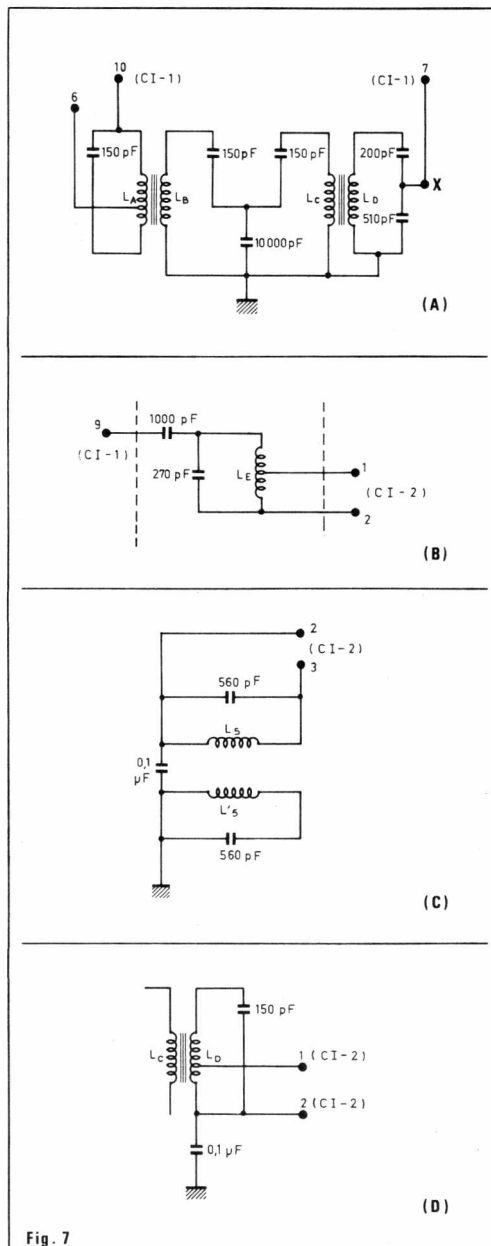

Fig. 7
Si l'on utilise un bobinage, celui qui remplace L_3-L_4 est plus simple et se réduit à une seule bobine L_e accordée par une capacité de 270 pF, comme le montre la figure 7 (B).
Également dans cette variante, on remplacera le circuit en quadrature L_5-560 pF par celui de la figure 7 (C). Les deux bobines L_6 et L_7 sont identiques.
1° Liaison entre CI-1 et CI-2, par bobinage analogue à celui représenté en (A), figure 7 avec des modifications concernant le secondaire L_d . Celles-ci sont indiquées en (D) figure 7.